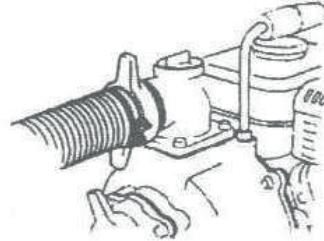

Fig. 29
- b) Comprobar que la abrazadera del tubo esté sellada (Fig. 29)